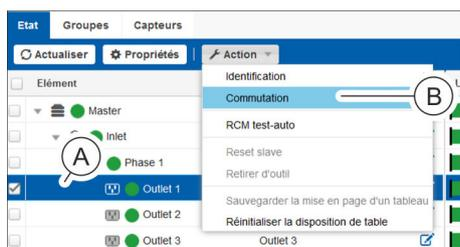

Fig. 102 : Menu « État » – Onglet « État »
2. ➔ Dans l'onglet « État », sélectionner la prise ou le groupe de prises souhaité (Fig. 102 /Ⓐ).
3. ➔ Appuyer sur « Action ➔ Commutation » (Fig. 102 /Ⓑ) pour ouvrir la fenêtre « Commutation ».